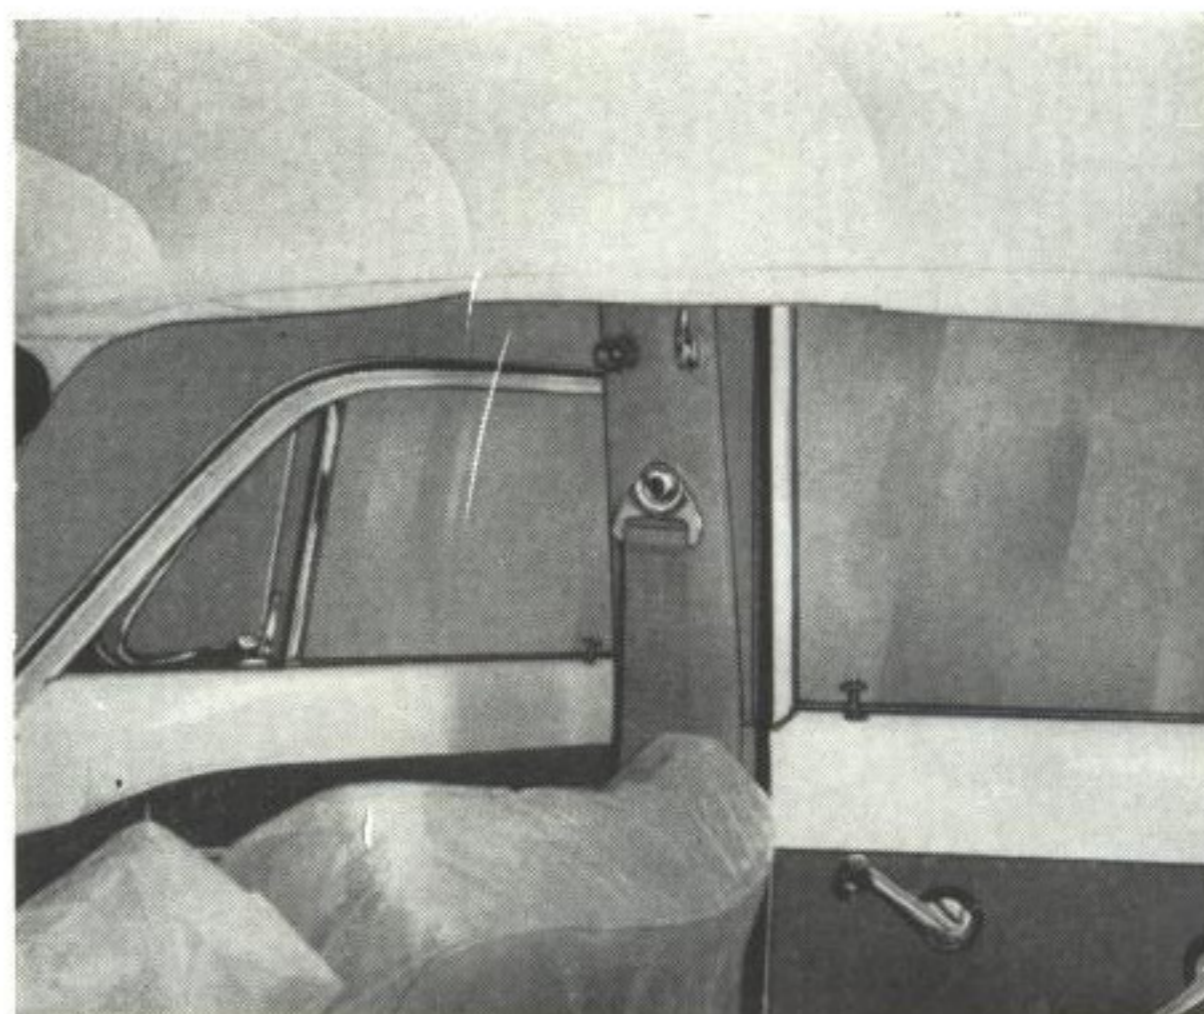

Bild 75. Takklädsel klar för sträckning
8. Montera takklädseln ovanför bakrutan enligt punkt 7. Bakre tvärgående sömmen skall komma lika långt från bakrutans båda hörn, bild 75.